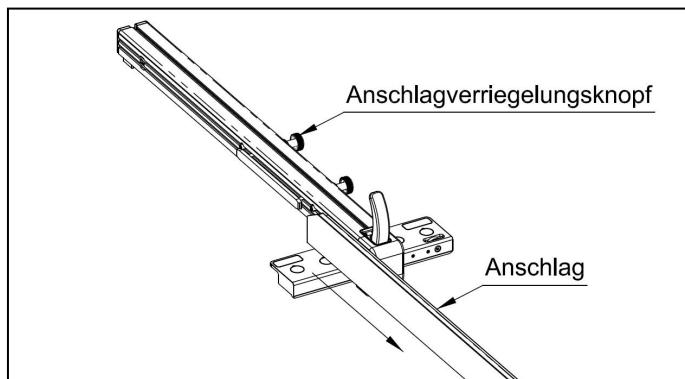

Abb. 6-14
1. Wie in Abbildung 6-14 gezeigt, lösen Sie den Anschlagverriegelungsknopf, entfernen Sie den Anschlag und legen Sie ihn beiseite. Ziehen Sie dann die Anschlagverriegelungsknopschraube wieder fest.